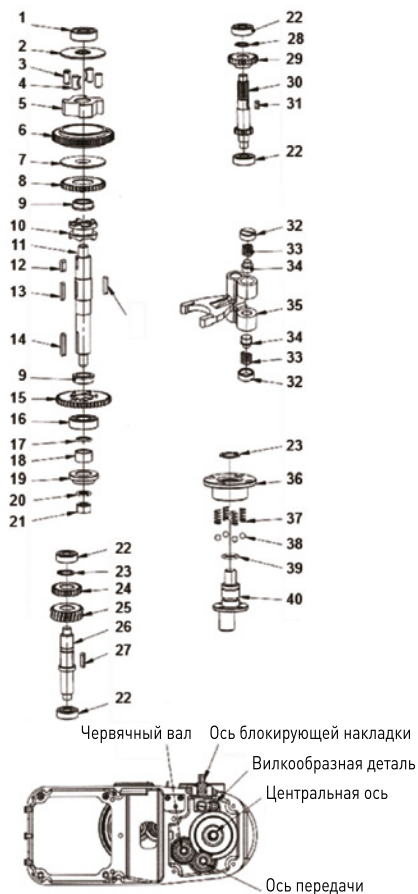

Рис. 2: Узел передачи
- Узел подъема чаши (Рис. 2);
- Узел передачи (Рис. 2);
Список деталей устройства, указанных на Рис. 2